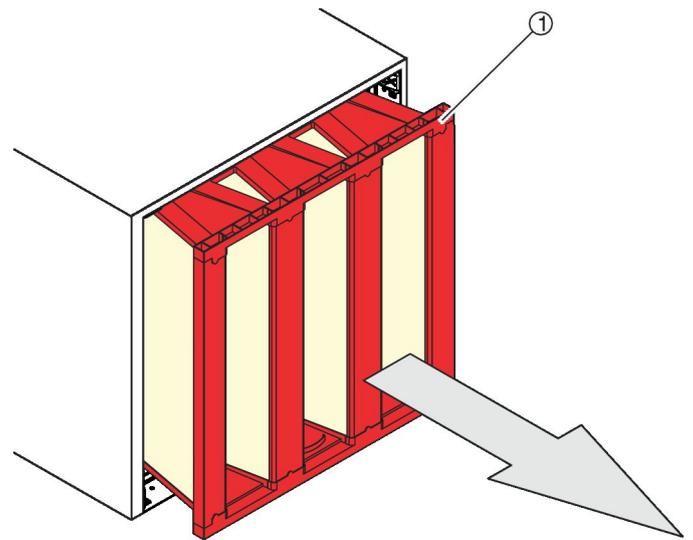

Abb. 54: Filterelement herausziehen
4. ▶ Das Filterelement (Abb. 54 /1) nach vorn herausziehen.